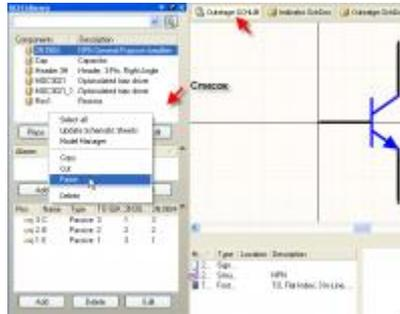

Рис. 99
3. Переходим в библиотеку символов. В списке символов щелкаем правой кнопкой мыши и в контекстном меню, выбираем **Paste** (рис. 99).